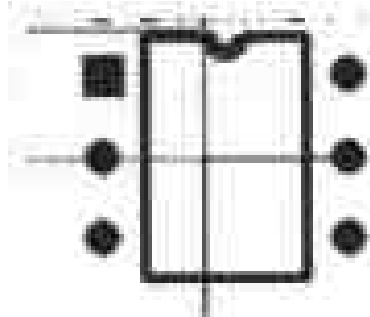

图 7-28 新建零件封装
当一个零件封装形式与库中的某个零件封装形式类似时，我们可以通过修改已有的零件封装来获得新的零件封装。下面这个例子是通过 DIP8 获得的，如图 7-28 所示。
(2) 修改零件封装。单击主菜单的菜单项 Edit\DeSelect 下的 All，以取消零件的选取状态。按照一般的编辑方法删除不需要的焊盘，并调整零件的外形、尺寸，编辑成图 7-28 所示的形状。
(3) 编辑组件属性。方法是：用鼠标右键双击焊盘，在弹出属性对话框中编辑属性参数。如将孔径 (Hole Size) 改为 30mil，改变形状、